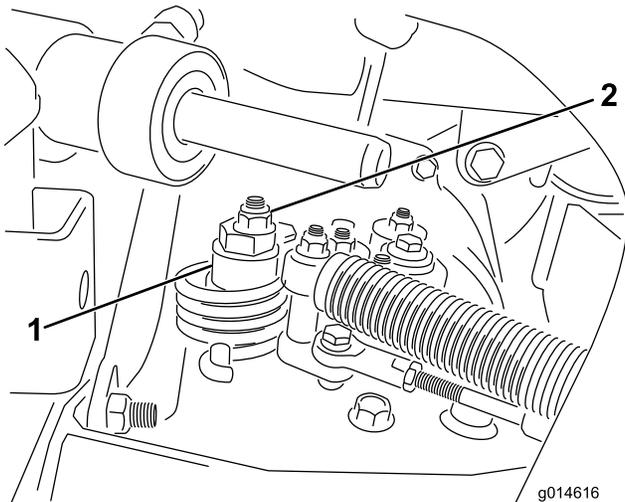

图48
- A. 松开将偏心螺栓固定到静液压泵顶部的螺母（图 48）。
- C. 旋转偏心螺栓，直到不再出现任何方向的缓慢前移。当轮子停止旋转时，旋紧螺母，锁定偏心螺栓和调整（图48）。将油门移至“慢速”和“快速”位置，验证调节情况。